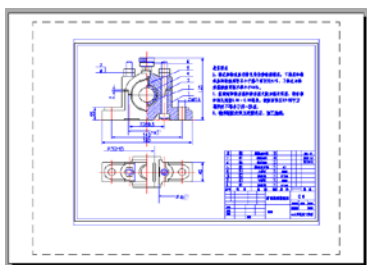

图 12-28 打印显示
- 显示：打印模型窗口当前视图状态下显示的所有图形对象，可以通过 ZOOM 命令调整视图状态，从而调整打印范围，如图 12-28 所示。